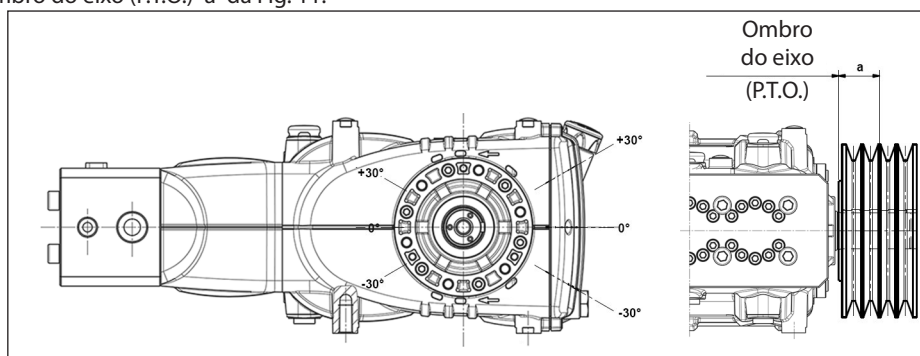

Fig. 11
A carga radial sobre o eixo não deve ser superior a 4500 N (valor necessário para a definição do layout). A transmissão é considerada adequada, se tal carga é aplicada a uma distância máxima de $a=50$ mm do ombro do eixo (P.T.O) conforme indicado na Fig. 11.
- b) Use correias de alto rendimento - por exemplo **XPB** ao invés de **SPB** - pois resultará necessário uma quantidade inferior de correias com a mesma potência transmitida e uma consequente distância inferior do resultante em relação ao ombro do eixo (P.T.O.) "a" da Fig. 11.
- e) Siga a direção da tensão da correia, conforme indicado na Fig. 11 para exigências diferentes, contate o **Departamento Técnico** ou o **Serviço de Assistência Técnica**.